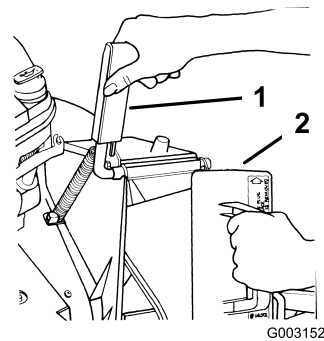

Figure 7
- Ouvrez le volet d'éjection en tirant sur la poignée et en la reculant (Figure 7). Maintenez la poignée en position d'ouverture pour empêcher le ressort de refermer le volet pendant l'insertion de l'obturateur.
- L'obturateur étant légèrement plus large que l'ouverture de l'éjecteur, tournez-le légèrement dans le sens horaire lors de l'insertion (Figure 7).